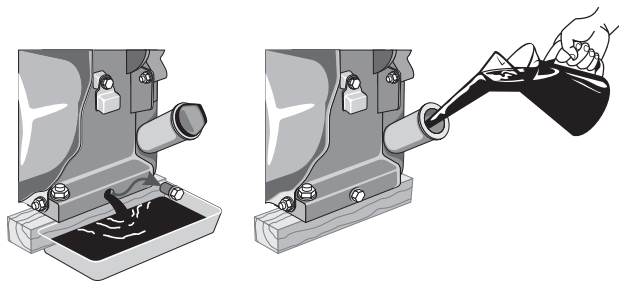

Рисунок 9. Схема заміни моторного мастила.
6.4.1 Порядок заміни моторного мастила (рис. 9):